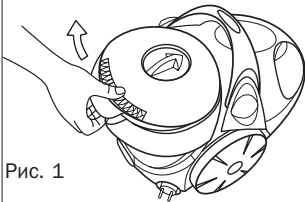

Рис. 1
1. Откройте крышку заднего контейнера (рис. 1).
2. Откройте крышку контейнера (также как и для модуля с водяным фильтром) (рис. 1).